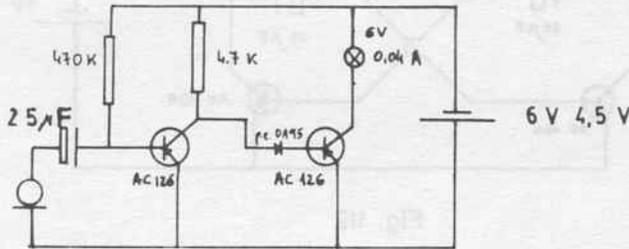

Fig 110
- Montar el circuito (fig.110).